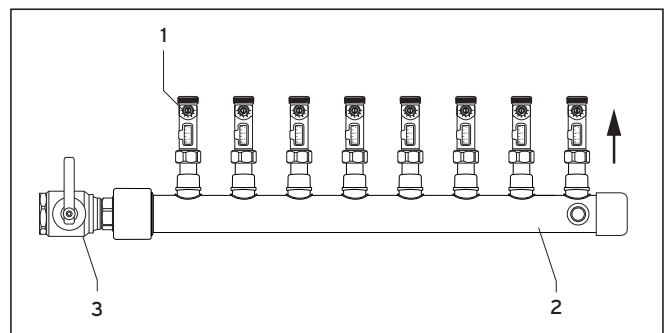

Fig. 4.6 Montage du distributeur
- Montez les limiteurs de débit sur le distributeur comme sur la fig. 4.6 en respectant le sens du courant.